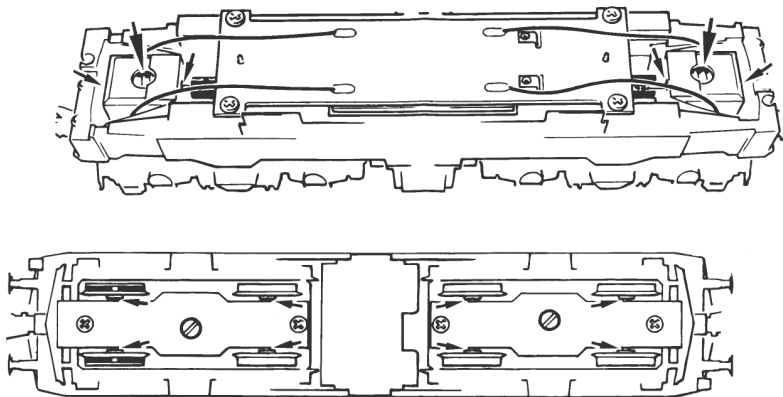

Fig. 10
**4. Kohlebürstenwechsel:** Lokgehäuse abnehmen (Fig. 3). Danach wird der Motor ausgebaut und die Kohlebürsten ausgewechselt (Fig. 10).
**4. Carbon Brush Changing:** First remove loco body (fig. 3), and then the motor (fig. 10).
**4. Remplacement des balais du moteur:** Démontez la caisse (voir fig. 3). Démontez ensuite le moteur et échangez le balais (fig. 10).